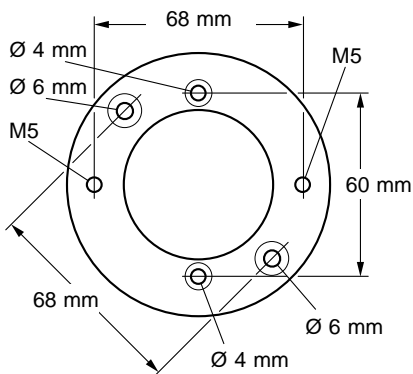

Bild 5
1. Välj vilka fastsättningshål som ska användas (se Bild 5).